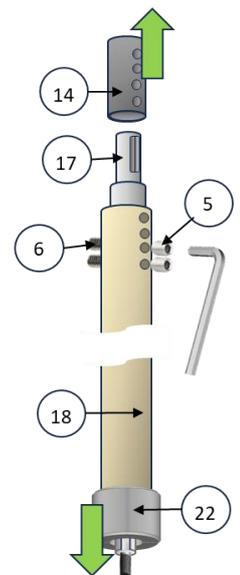

Figura 4
4 Svitare i grani a brugola (5) e i due grani a brugola (6) per liberare l'albero (17) dal rivestimento albero (18) con la sua guida (22) ed estrarre il giunto (14) (Figura 4)